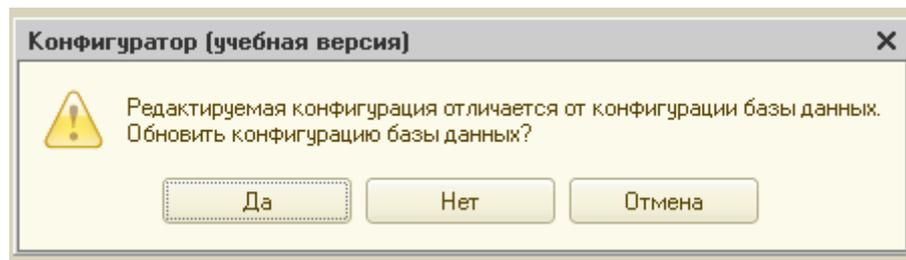
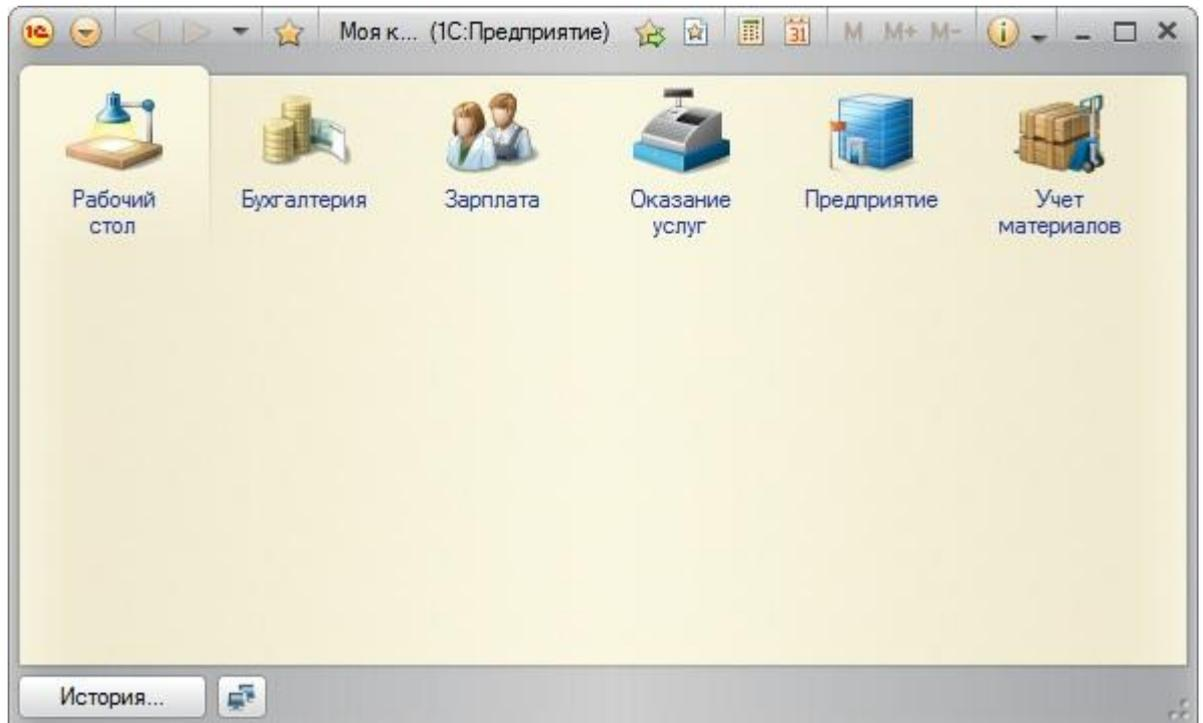

Рисунок 17 Сообщение об обновлении конфигурации
Рисунок 18 Вид приложения в режиме «1С:Предприятие»
4. Проверьте результат в режиме «1С:Предприятие» (рис. 17). Если система предупредит об изменениях в конфигурации (рис. 18), нажмите кнопку «**Да**».